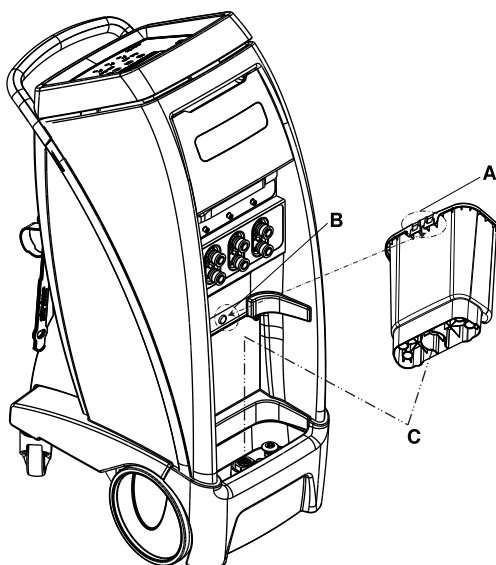

Figura 4-15: Depósito extraíble
Para extraer el depósito, tire hacia adelante en ángulo y levántelo (Figura 4-15 de la página 4-29).
1. Para volver a colocar el depósito, alinee su base sobre el desagüe (C).
2. Alinee la muesca de la parte trasera del depósito (A) con el gancho del controlador (B) (Figura 4-15 de la página 4-29)